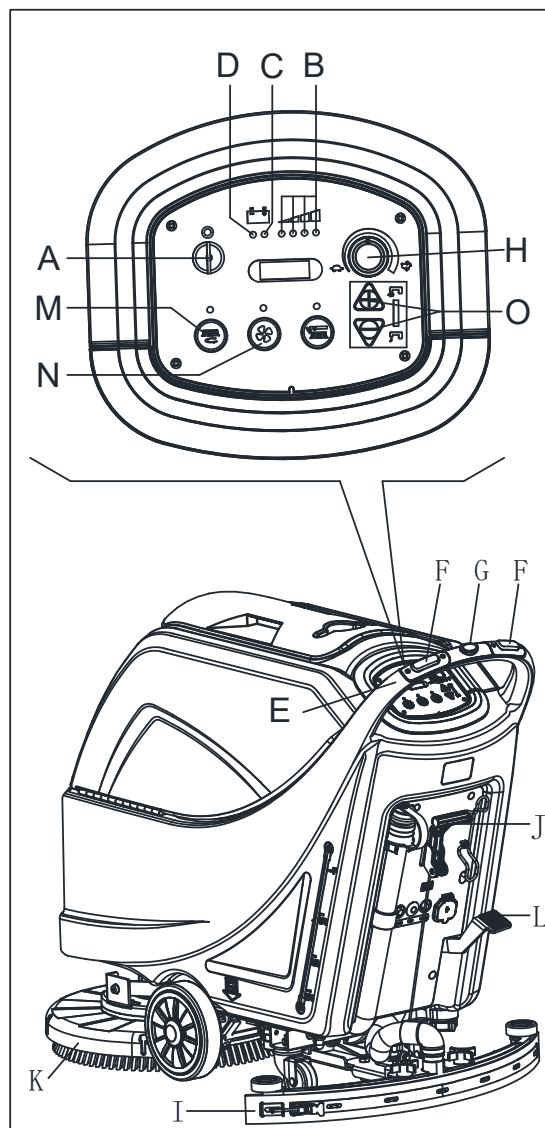

Рисунок 8
2. Вставьте ключ зажигания (А, Рисунок 8) и поверните на "I". Убедитесь, что зеленый предупредительный световой сигнал (В) включен (заряженная батарея). Если включился желтый (С) или красный предупредительный световой сигнал (D), поверните ключ зажигания обратно на "0" и зарядите батареи (смотрите процедуру в главе Обслуживание).
- Толкая ее руками на рукоятке (Е) и нажимая на переключатель (F) для движения вперед, или нажимая на переключатель (F) вместе с переключателем (G) для движения назад (только для машин с тяговым усилением). Передняя скорость может регулироваться при помощи регулировки (Н).
4. Опустите швабру (I) при помощи рычага (J).
5. Опустите настил щетки/штатива подкладки (K), подняв педаль (L). (только для дисковой машины)
6. Нажмите переключатель щетки/штатива подкладки (M) и вакуумный системный переключатель (N).
7. Нажмите на контрольные переключатели подачи воды (O) как это необходимо, в зависимости от типа уборки.
- (только для машин без тягового усиления) толкая машину руками на рукоятке (Е) и нажимая на переключатель (F).
- (только для машин с тяговым усилением) толкая машину руками на рукоятке (E) и нажимая на переключатель (F). При необходимости передняя скорость может регулироваться при помощи регулировки (H).
1. Опустите вниз настил держателя щетки нажатием переключателя держателя щетки (M Рисунок 8)
2. Удерживая обе руки на рукоятке, нажмите переключатель безопасности (F, Рисунок 8), а затем маневрируйте машиной и начните чистку скребком/сушку пола.